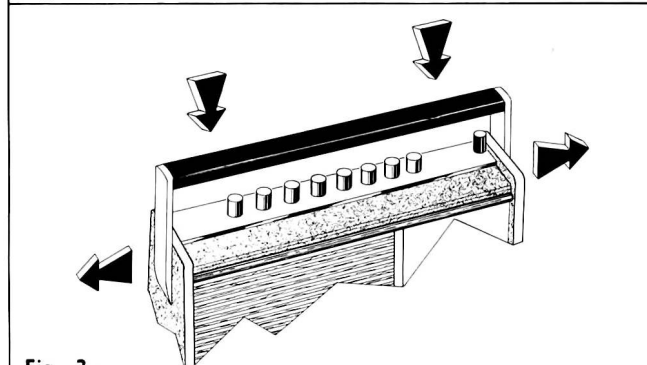

Fig. 2.
- 4) Retirer la poignée en appuyant d'abord sur le dessus, et en écartant légèrement les branches (Fig. 2).